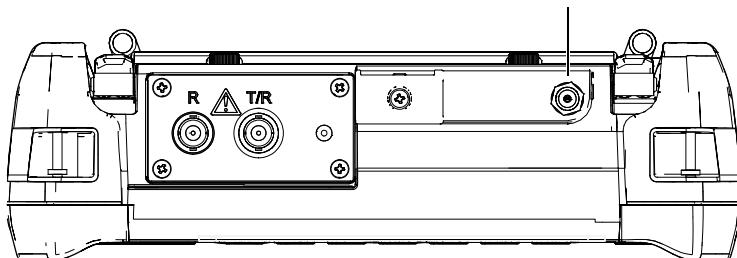

Рис. 4-2 Разъем адаптера
Питание от сети переменного тока поступает к прибору EPOCH 600 через зарядное устройство/адаптер. Зарядное устройство/адаптер снабжено универсальным входом переменного тока, что позволяет работать под любым напряжением в диапазоне 100-120 В или 200-240 В, при частоте от 50 Гц до 60 Гц. Зарядное устройство/адаптер подсоединяется к разъему переменного тока EPOCH 600 (см. Рис. 4-2 на стр. 76).
3. Подсоедините шнур электропитания постоянного тока от зарядного устройства/адаптера к разъему адаптера (см. Рис. 4-2 на стр. 76).